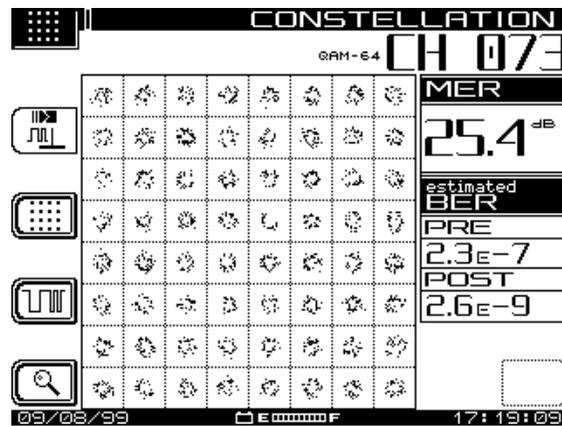

Abb. 9-14 Kohärente Störungen
**Kohärente Störungen** – wie z. B. CTB, CSO und Spurs – führen dazu, dass die Punkte auf dem Graphen sich mit einer leeren Stelle in der Mitte anhäufen (siehe Abb. 9-14).